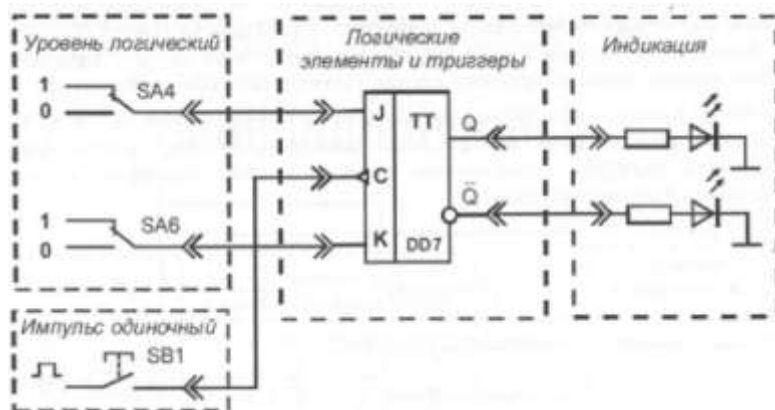

Рисунок 17 - Схема соединений для исследования JK -триггера при подаче на вход одиночных импульсов
2. Проверить таблицу истинности JK-триггера и определить, исправен ли он. Для этого собрать схему (рис. 17), подключив выходы гнезд «Уровень логический» к соответствующим. Подключить источник сигнала «Импульс одиночный», формирующий одиночные импульсы с положительной полярностью, к входу С. Включить тумблер «Сеть». Задавая различные комбинации входных логических сигналов тумблерами SA4 и SA6 на входах J и K и нажимая на кнопку SB 1 (синхронизирующий импульс), составить таблицу истинности JK-триггера. Уровню логической «1» на выходе триггера Q соответствует свечение светодиода. Результаты занести в табл. 22. Обратите внимание, на каком фронте синхроимпульса «С» происходит переключение JK-триггера. Выключить тумблер «Сеть». Сравнить результаты с таблицей 24 определить, исправен ли триггер.